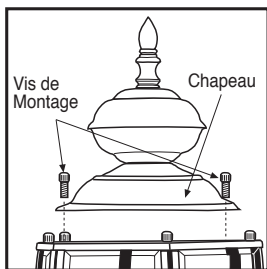

Figure 1
- Pour les toits qui requièrent deux vis ou plus, retirez les vis d'assemblage du toit (ou sous le toit) et insérez la lampe. Réinstallez le toit. (voir la figure 1 ou 2).